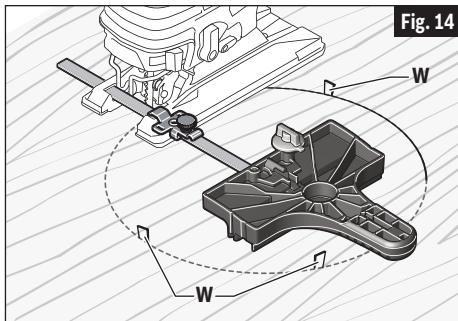

Fig. 14
- Coloque cuñas pequeñas en el corte de la manera que se muestra en la Fig. 14, para impedir que el círculo interno se extienda cuando se esté cerca del final del corte.